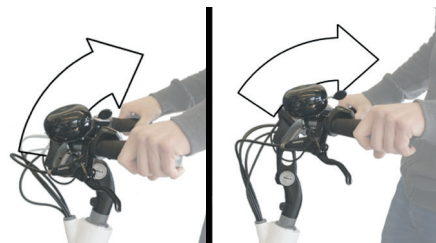

Abbildung 10 : Einstellen von Vorbau- und Lenkerwinkel
2. Stellen Sie den Winkel des Vorbaus **84** und den Winkel des Lenkers **85** auf die gewünschte Einstellung ein (siehe Abbildung 10).